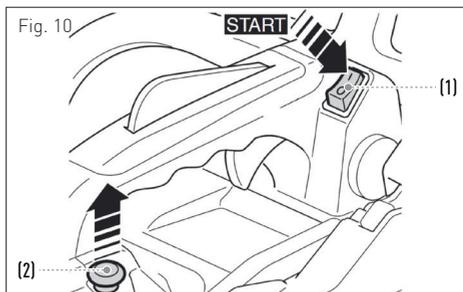

Fig. 10
(3) Ligue o interruptor (posição "I"), (Fig. 10).
(4) Puxe a alavanca do ar, (Fig. 10).